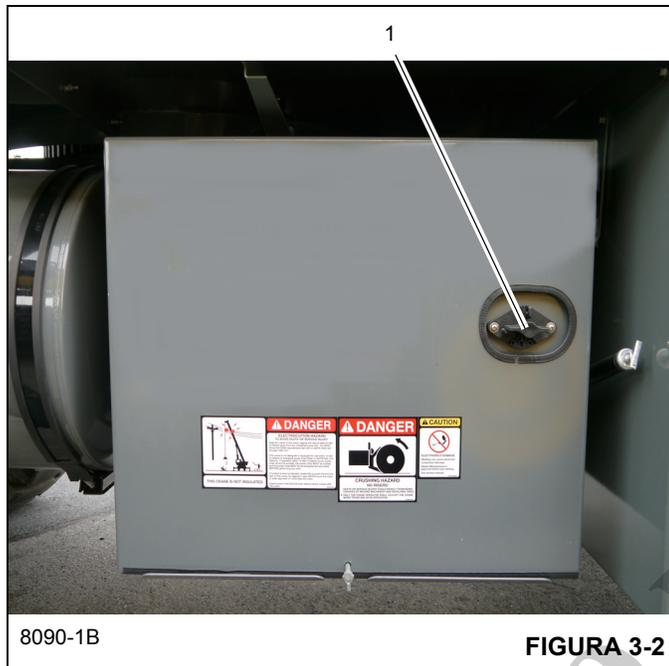

FIGURA 3-2
Hay un interruptor de desconexión (1) (Figura 3-2) ubicado a la derecha de la caja de la batería.